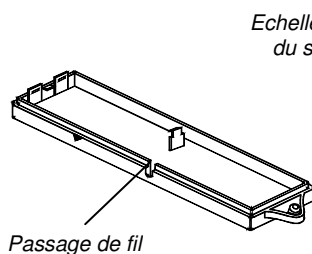
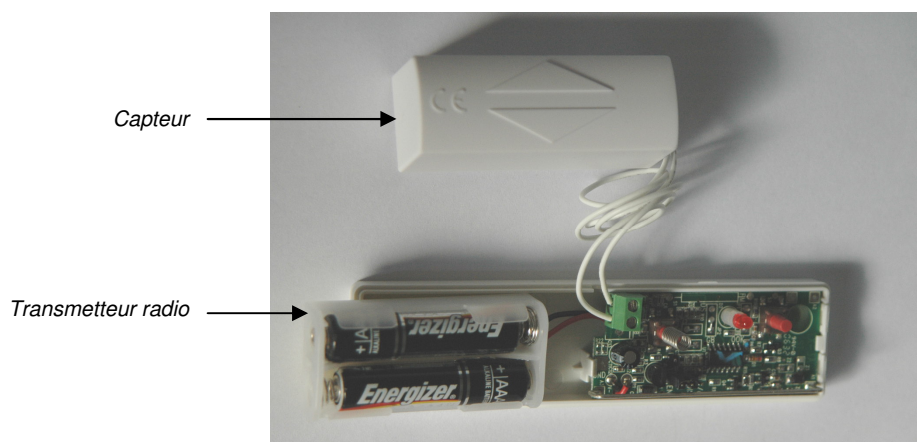

Fig. 2
Fig. 4
3. Desserrez la vis du transmetteur, puis ouvrez le boîtier supérieur. Libérez le passage de fil (Fig. 2) à l'aide d'une petite pince ou d'un cutter puis connectez le fil du capteur au terminal d'entrée (Fig.1). Insérez ensuite deux piles alcalines de type AAA (Fig.4) puis refermez le couvercle et resserrez la vis en veillant à bien faire passer le fil dans le passage.